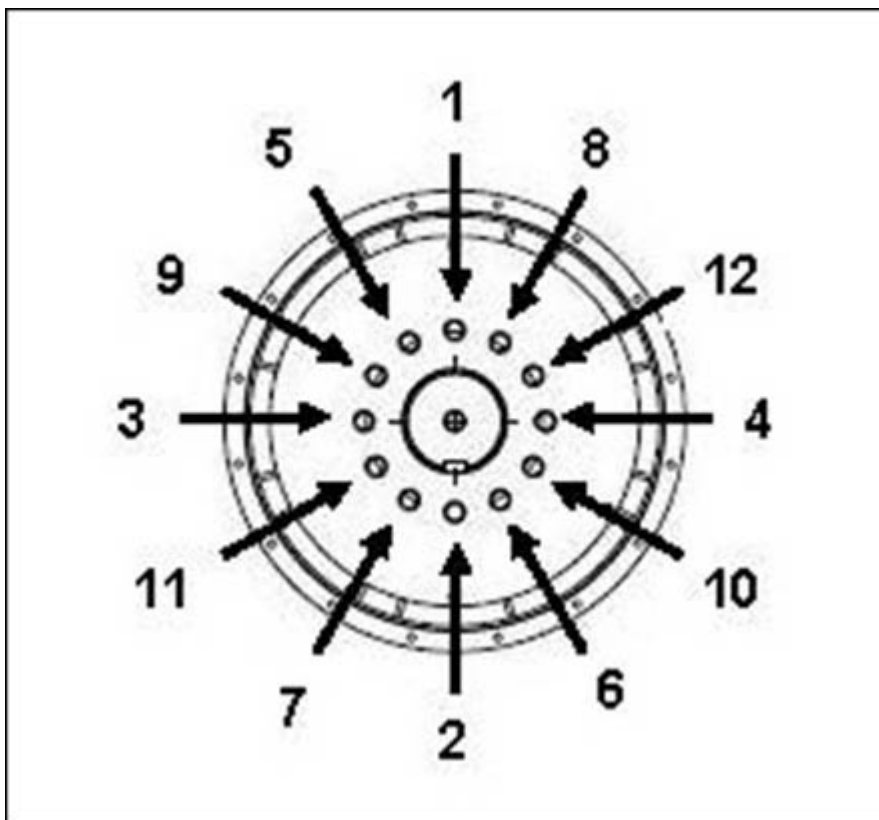

РИС. 22. ПОСЛЕДОВАТЕЛЬНОСТЬ КРЕПЛЕНИЯ К СТУПИЦЕ
4. При необходимости затяните болты дисков муфты, соблюдая последовательность, указанную в Рис. 22 на стр. 46.